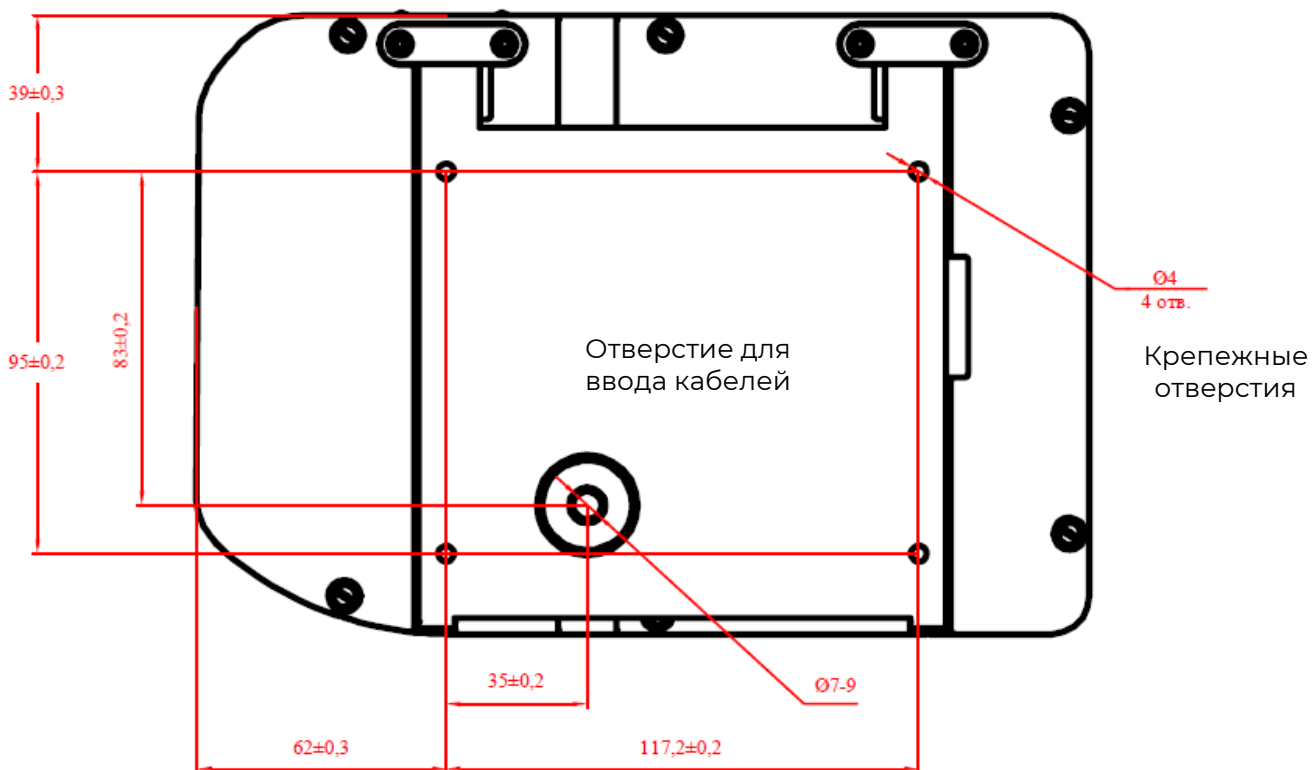

Рисунок 5 – Разметка мест крепления
4. Разметьте места крепления терминала, приложив установочную пластину терминала к стене (рисунок 5).